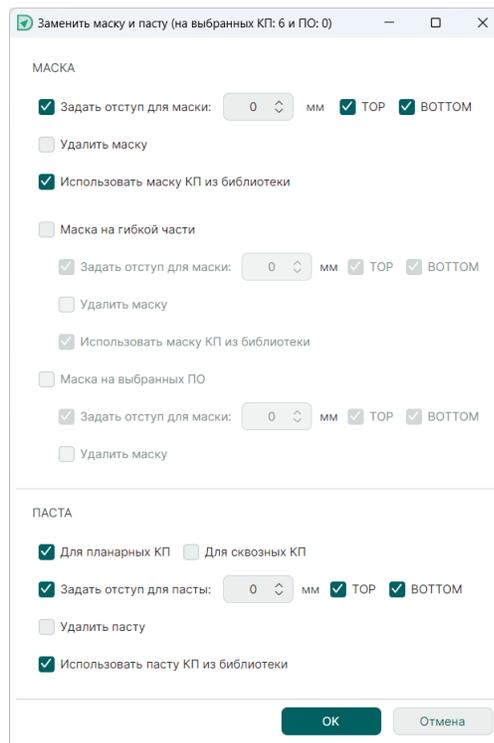

Рис. 583 Параметры замены маски и пасты
3. Вид окна «Заменить маску и пасту» представлен на см. Рис. 583.